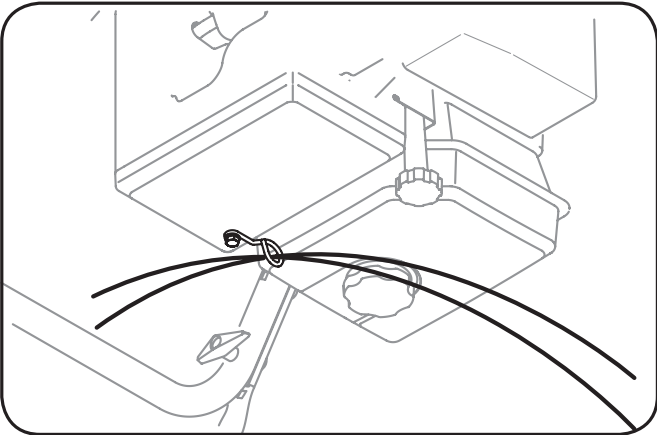

Fig. 3-8
- Positionnez les barres de coupe pour qu'elles frottent face à l'avant comme illustré à la Fig. 3-8. Maintenez-les en place avec la boulonnerie enlevée précédemment, les écrous à oreilles devraient être attachés sur l'extérieur du logement comme illustré.
- Vérifiez que tous les câbles (le cas échéant) sont acheminés dans le guide sur la droite de la manivelle de commande de la goulotte. Voir la Fig. 3-8.